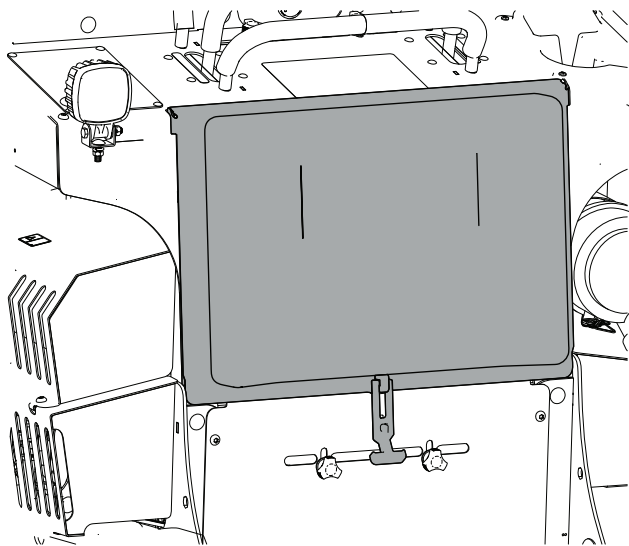

Bild 41
1. Entfernen Sie das Polster von der Bedienerplattform (Bild 41).